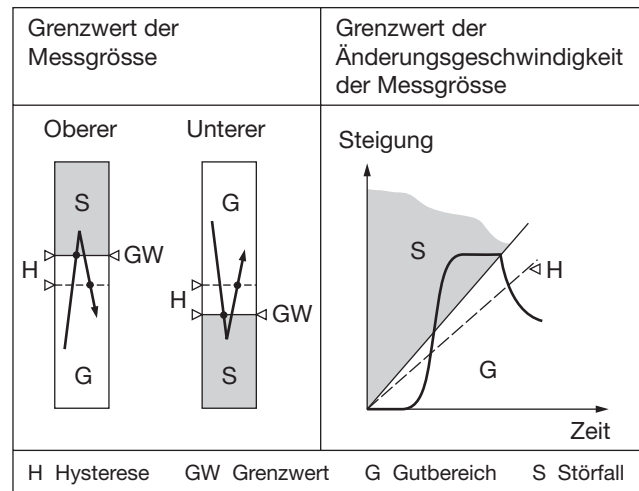

Bild 3
- zur Überwachung der Messgröße als unterer oder oberer Wert zwischen - 10 und + 110%2 (siehe Bild 3, links)
zwischen  $\pm 1$  und  $\pm 50\%/s$  (siehe Bild 3, rechts)